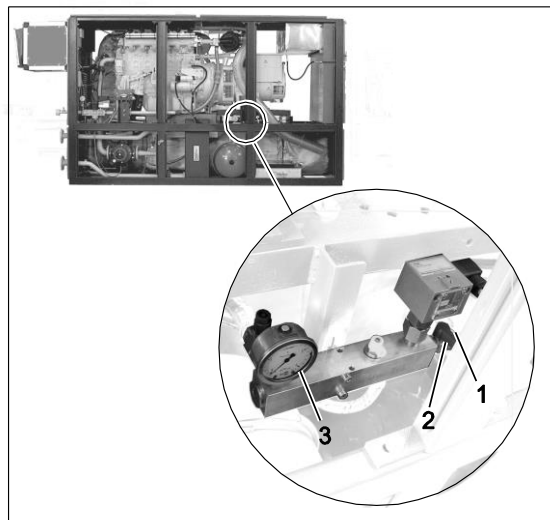

Рис. 1 Заливной патрубок для охлаждающей жидкости двигателя с запорным краном и манометром
- Соединить напорный рукав электрического или ручного насоса с заливным патрубком (Рис. 1, поз. 1).
- Открыть запорный кран (Рис. 1, поз. 2) и медленно залить охлаждающую жидкость до достижения давления припл. 1 бар.
- Проверить давление заполнения по манометру (Рис. 1, поз. 3)! Давление в холодном состоянии должно находиться в пределах от 1,1 до 1,3 бар.